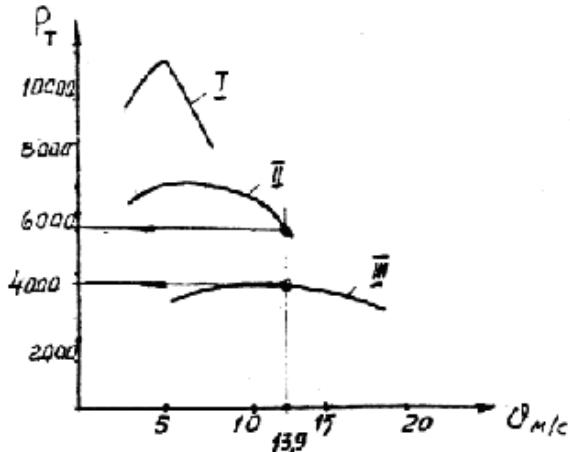

Рисунок 3.4. Тяговая характеристика автомобиля
3.9. Определите, на какой передаче автомобиль может двигаться с разгоном, а также значение ускорения, если он движется со скоростью 50 км/ч по асфальтобетонной дороге ( $f = 0,012$ ), имеющей подъем  $1,5^0$ . Напишите уравнение тягового баланса для данных условий движения при этом воспользуйтесь тяговой характеристикой (рисунок 3.4.), если известно: габаритная высота автомобиля  $H = 2,2$  м; ширина колеи передних колес  $B = 1,6$  м; коэффициент сопротивления воздуха  $k_w = 0,687 \text{ H}\cdot\text{c}^2/\text{m}^4$ ; полный вес автомобиля  $G_a = 72520 \text{ H}$ .
Дано:  $i_{k1} = 6,48$ ;  $i_{k2} = 3,09$ ;  $i_{k3} = 1,0$ ;  $f = 0,012$ ;  $\alpha = 30^0$ ;  $V = 50 \text{ км}/\text{ч}$ ;  $B = 1,6 \text{ м}$ ;  $k = 0,687 \text{ H}\cdot\text{c}^2/\text{m}^4$ ;  $G_a = 72520 \text{ H}$ ;  $H = 2,2 \text{ м}$ . (см. рисунок 3.4.)